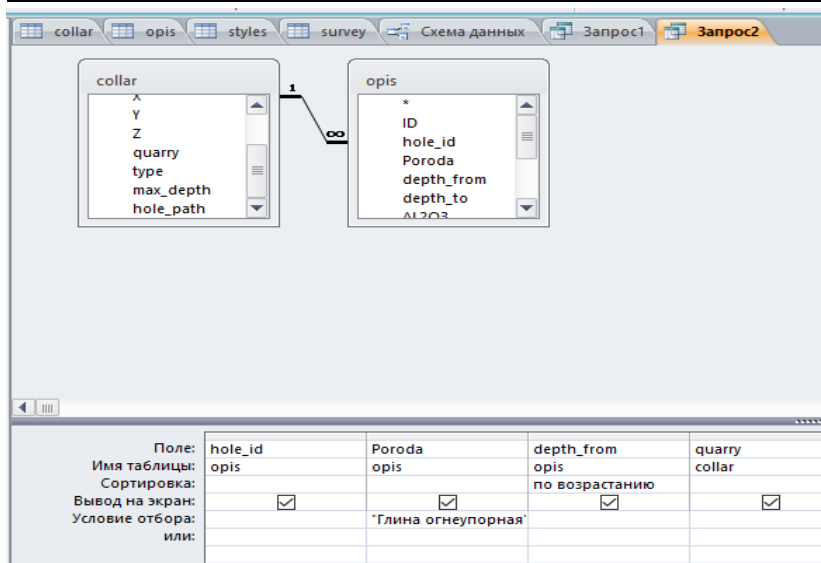

Рис. 25. Структура запиту Замовлення_глина_вогнетривка у вікні Конструктора
5. У рядку Сортировка для поля depth_from, що розкривається вибрати характер сортування – *по возрастанию* (рис. 25).